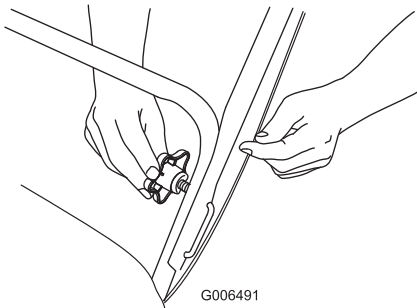

Figure 5
1. Dispositif de blocage en « U » (2) 2. Boutons de guidon
2. Insérez le dispositif de blocage en U dans le trou libre du guidon et serrez fermement les boutons du guidon (Figure 5).